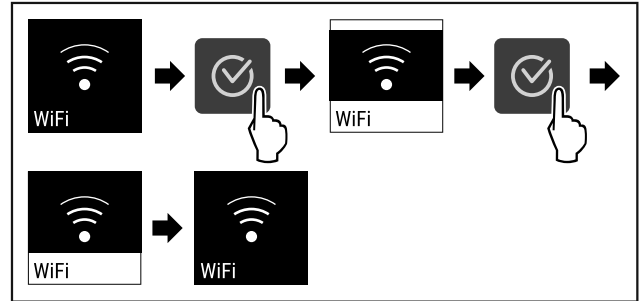

Fig. 87
- ▶ Seguir los pasos de procedimiento (consulte Fig. 87).